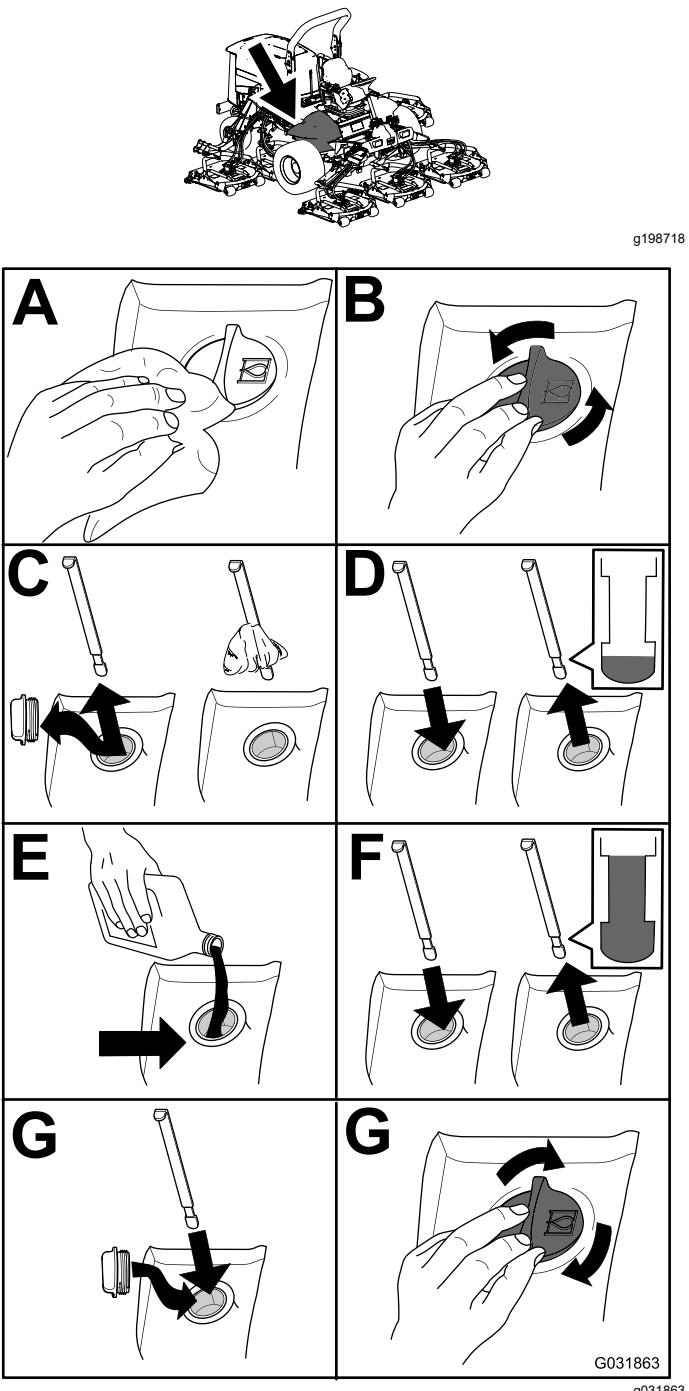

Bild 121
2. Prüfen Sie den Stand des Hydrauliköls (Bild 121).